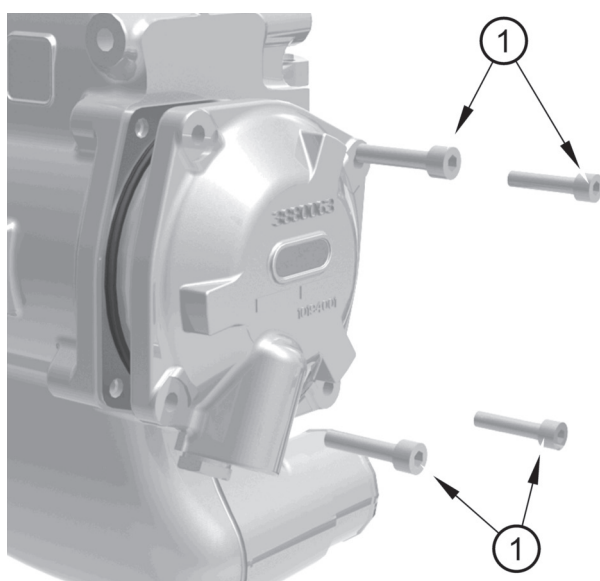

Figura 20
7. Rimuovere il tappo terminale svitando i bulloni (figura 20 voce 1).